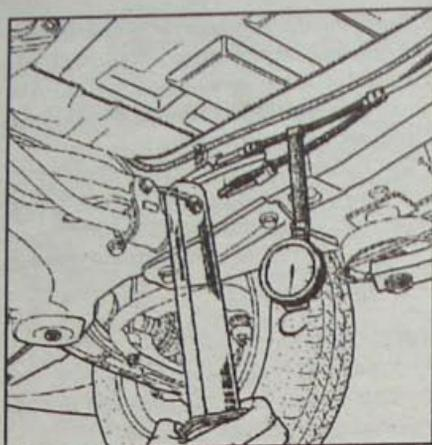

Рис. 1.40. Проверка давления топлива и производительности топливного насоса
- В разрыв трубки подачи топлива из набора Mot. 1311–01 установите клапан–тройник с манометром, имеющим предел измерения 10 бар (рис. 1.40).